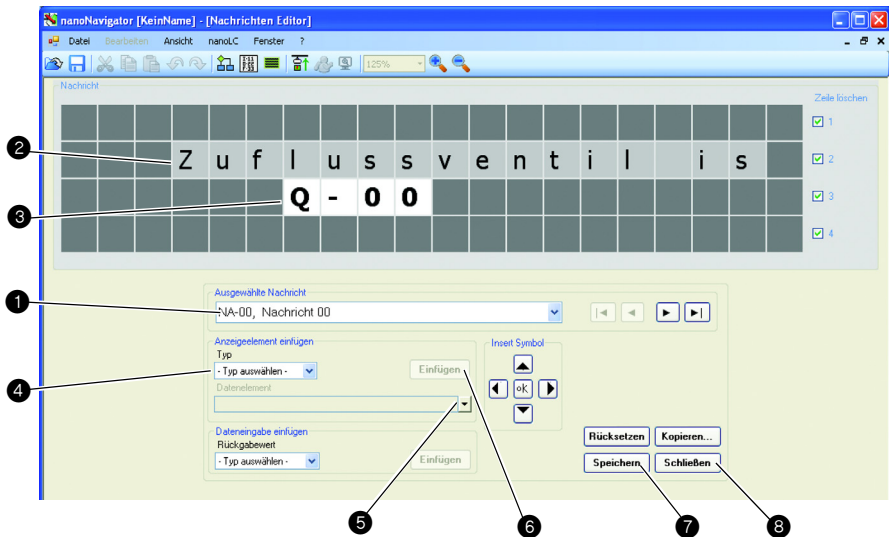

Abbildung 1-9 Meldungs-Editor
2. Wählen Sie im Dropdownmenü „Aktuelle Meldung“ die Option „MI-00, Meldung 00 anzeigen“ (siehe Abbildung 1-9). Dies ist die Meldungsbezeichnung ❶.
3. Klicken Sie auf das gewünschte Zeichenfeld (Zeile 2, Feld 4) und geben Sie den Text „Zuflussventil ist“ als Meldungsinhalt ein ❷.
- a) Klicken Sie auf das gewünschte Zeichenfeld (Zeile 3, Feld 7) am gewünschten Ort, hier dem ersten Zeichen von „Q-00“ ❸.
- b) Wählen Sie im Dropdownmenü „Typ“ die Option „Ausgänge“ ❹.
- c) Wählen Sie im Dropdownmenü „Datenelement“ die Option „Q-00 Ausgang 00“ ❺.
- d) Klicken Sie auf die Schaltfläche „Einfügen“ ❻.
5. Klicken Sie auf „Speichern“ ❼ und danach auf „Schließen“ ❽.